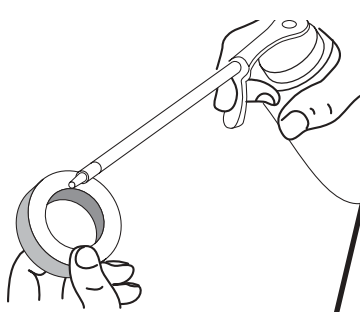

Figure 24
4. Aplique suficiente aceite limpio SAE 30 para recubrir ligeramente el filtro (Fig. 24).